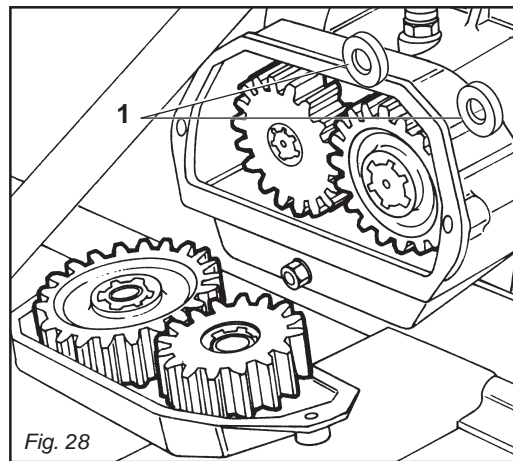

Fig. 28
La macchina è equipaggiata di cambio di velocità (Fig. 28), con una coppia di ingranaggi.
Machine are equipped with a gearshift (Fig. 28), with one pair of gears.
Les machines sont équipées d'une boîte de vitesse (Fig. 28), avec un couple d'engrenages.
Die Maschine sind mit Wechselgetriebe (Abb. 28), mit einem Räderpaar ausgestattet. Dadurch ist es möglich, mehrere Rotordrehgeschwindigkeiten zu erhalten, um damit den Anforderungen des Bedieners zu entsprechen.
Las máquinas están equipadas de cambio de velocidad (Fig. 28), mediante un par de engranajes.
- Fare attenzione durante l'operazione a non far cadere i distanziali (1 Fig. 28), all'interno della scatola cambio.
- La caduta dei distanziali (1 Fig. 28), all'interno della scatola cambio può causare la rottura degli ingranaggi.
- While changing gears pay attention that the spacers (1 Fig. 28) fitted behind the gears do not fall in the gearbox.
- The falling of the spaces (1 Fig. 28) inside the gearbox can cause the braking of the gears.
- Au changement des pignons faire attention que les entretoises (1 Fig. 28) montées derrière les pignons ne tombent pas dans le boîtier.
- La chute des entertoises (1 Fig. 28) à l'intérieur de la boîte de vitesse, peut causer la rupture des pignons.
- Während sie das Getriebe verändern, bitte passen sie auf, dass die Distanzialstücke (1 Abb. 28) hinten den Zahnradern nicht in das Getriebe fallen.
- Der verfall der Distanzialstücke (1 Abb. 28) kann der bruch der zahnradern.